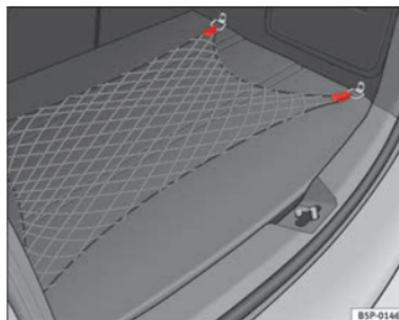

Fig. 107 Red portaobjetos maletero ▶
- Utilice las anillas de amarre existentes en los laterales del maletero, para fijar la red portaobjetos ⇒ **fig. 107**.